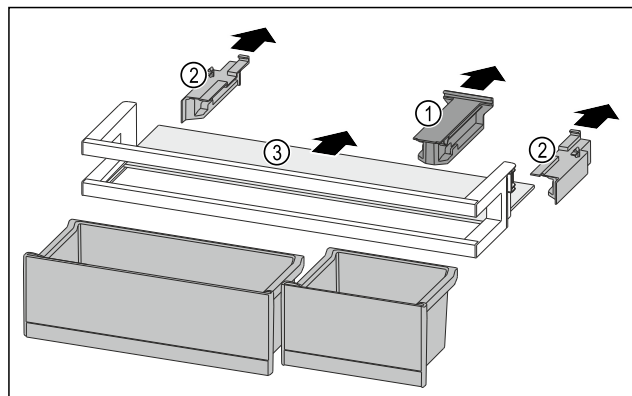

Fig. 117
- Zdjąć element trzymający Fig. 117 (1).
- Zdjąć elementy boczne Fig. 117 (2).
- Wyjąć półkę Fig. 117 (3).